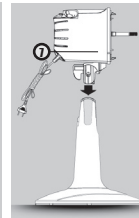

Figura 03
4. Com o conjunto Haste e Base devidamente montados e apoiados sobre uma superfície plana posicionar a unidade motor sobre a haste conforme **figura 03**.